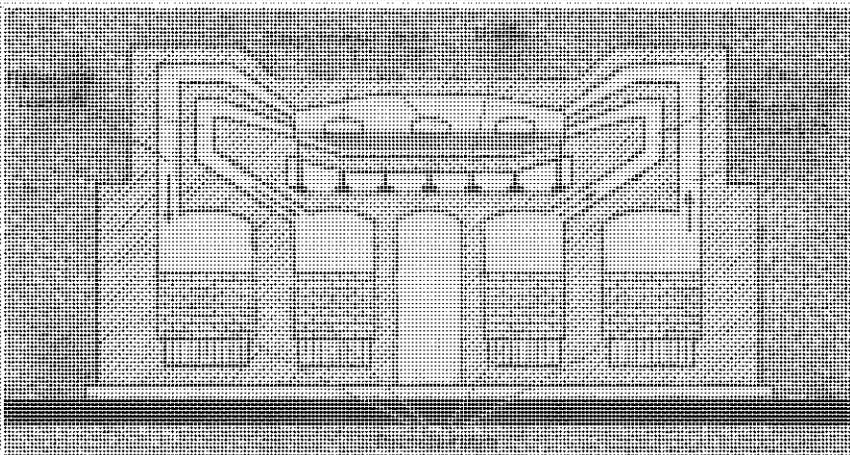

Рис. 128. Мартеновская печь.
**Мартеновский способ.** При производстве стали мартеновским способом окисление примесей осуществляется в печи, которая состоит из двух основных частей: *прямоугольной ванны*, где происходит окисление примесей, и *регенераторов* (рис. 128). Ванна выложена огнеупорным кирпичом и перекрыта сверху сводом. Шихту (чугун, лом) загружают через *загрузочные окна*, которые закрывают крышками с отверстиями для наблюдения за процессом. В задней стенке имеется специальное отверстие для выпуска стали.